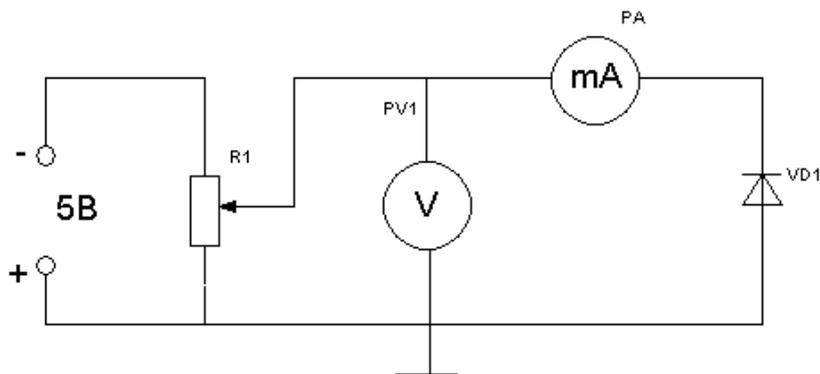

Рисунок 2.2. Исследование полупроводникового диода при прямом включении.
2. Зарисовать электрическую схему (рисунок 2.2).
3. Собрать электрическую схему (рисунок 2.2).